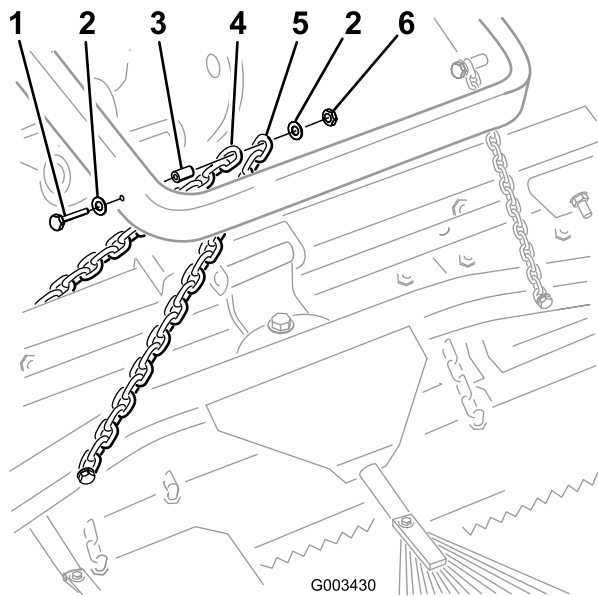

Figura 6
- B. Fissate ogni catena a lato del braccio di sollevamento con un bullone ($\frac{3}{8}$ " x 2 $\frac{1}{2}$ "), 2 rondelle ($\frac{3}{8}$ " x 7/8"), un distanziale e un dado ($\frac{3}{8}$ " come illustrato nella Figura 6